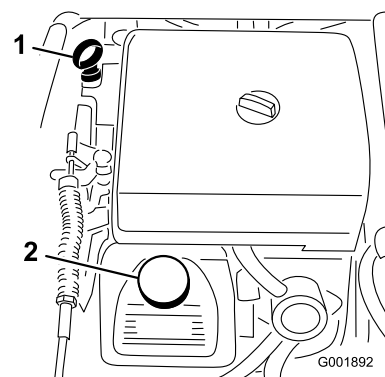

Figure 46
2. Retirez la jauge et essuyez-la sur un chiffon propre (Figure 46). Remettez la jauge dans le tube en vérifiant qu'elle est enfoncée au maximum. Sortez de nouveau la jauge et vérifiez le niveau d'huile.
3. Si le niveau est trop bas, enlevez le bouchon de remplissage du couvre-culasse (Figure 46) et versez la quantité d'huile nécessaire dans l'orifice pour faire monter le niveau jusqu'au repère maximum de la jauge. Versez l'huile lentement et vérifiez souvent le niveau durant la procédure. Ne remplissez pas excessivement.
- Versez lentement environ 80% de la quantité d'huile spécifiée dans le goulot de remplissage (Figure 46).